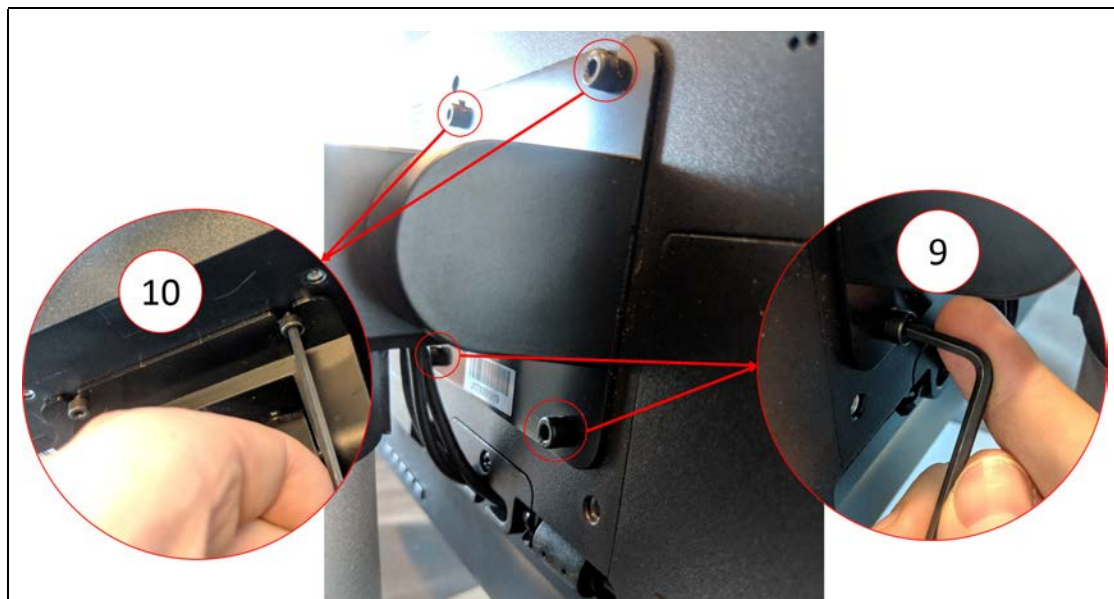

Рисунок 15-15 Извлечение винтов монитора
11. С помощью шестигранного ключа или шестигранного гаечного ключа с прямым углом 4 мм выньте два нижних винта с торцевыми крышками из крепежной пластины, которые фиксируют сенсорный монитор на пьедестале. См. сноску 9 в Рисунок 15-15.
12. С помощью шестигранного ключа или шестигранного гаечного ключа с прямым углом 4 мм ослабьте два верхних винта с торцевыми крышками из крепежной пластины, которые фиксируют сенсорный монитор на пьедестале. См. сноску 10 в Рисунок 15-15.